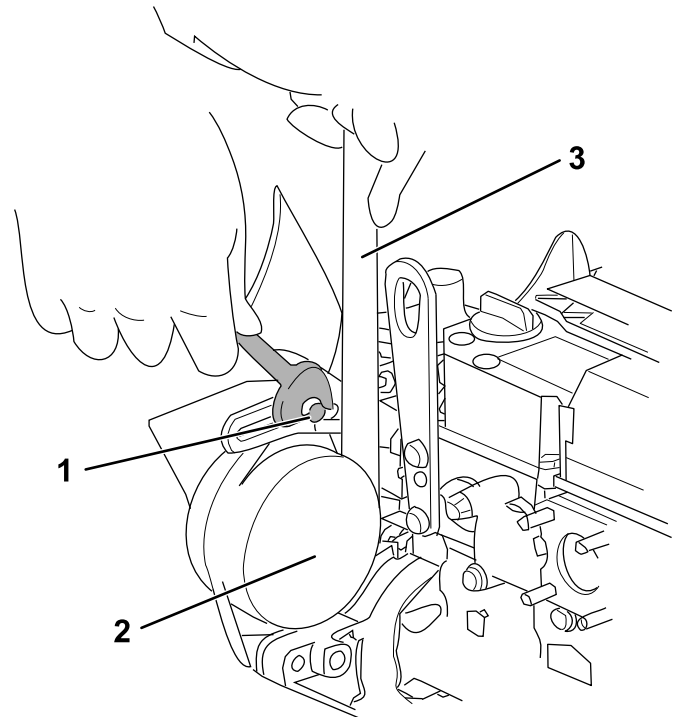

Figura 102
apretar la correa a la tensión correcta (Figura 102).
4. Apriete los pernos y las tuercas de ajuste (Figura 102).